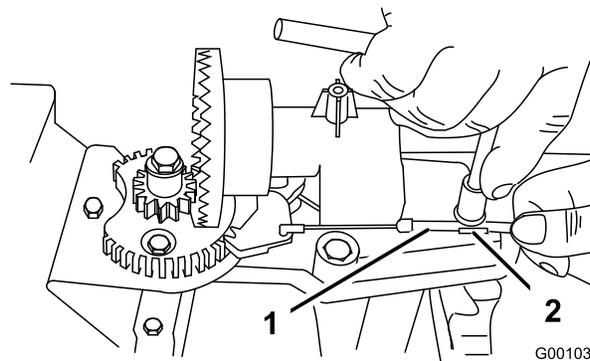
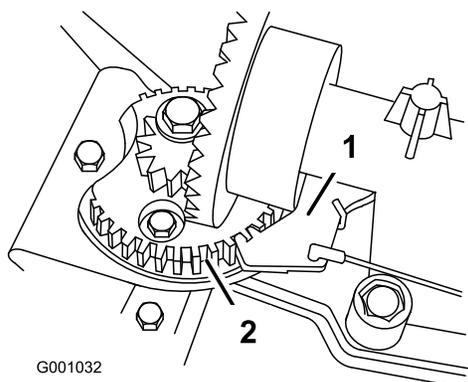

Рисунок 43
Рисунок 44
2. Ослабьте затяжку болта на хомуте кабеля (Рисунок 43).
3. Захватите кабельный трубопровод и перемещайте его по направлению к передней части машины до тех пор, пока фиксатор желоба не войдет полностью в зацепление с зубчатой передачей редуктора (Рисунок 43 и Рисунок 44).
Примечание: Фиксатор подпружинен, и под действием пружины стремится войти в зацепление с шестерней редуктора (Рисунок 44).